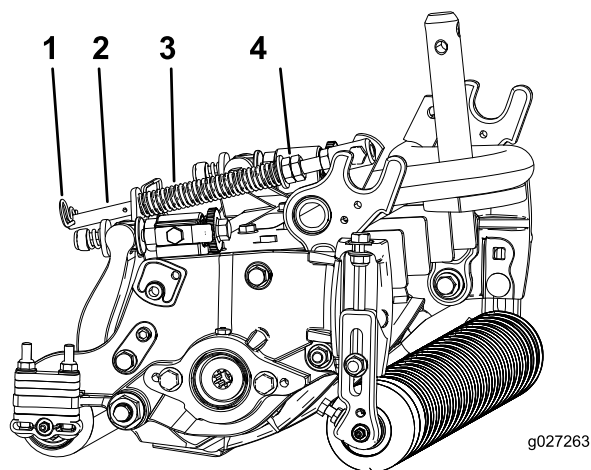

图19
1. 确保发卡销安装在弹簧杆的后孔内（图19）。
2. 拧紧弹簧杆前端的六角螺母，直至压缩后的弹簧长度为 15.9cm（图19）。